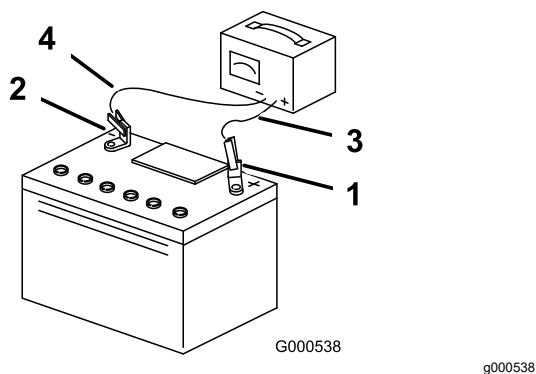

Figura 81
5. Cuando la batería esté completamente cargada, desconecte el cargador del suministro eléctrico, y desconecte los cables del cargador de los bornes de la batería (Figura 81).